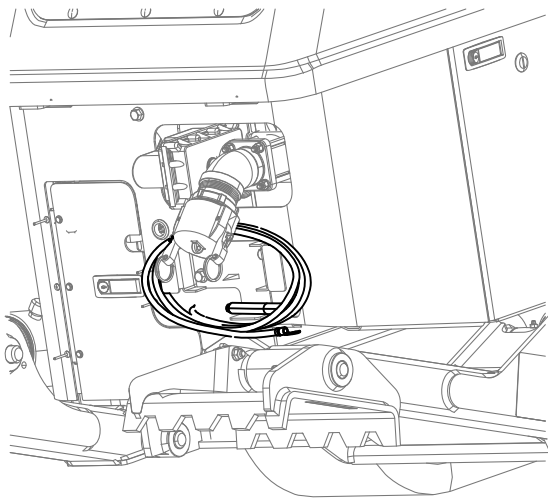

Figure 59
1. Retirez le piquet de mise à la terre de son support sur le côté de la plate-forme de l'opérateur (Figure 59).